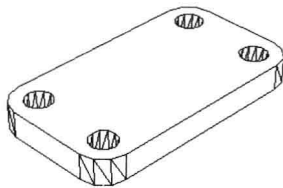

图 9-6-2
(4) 在“建模”面板中单击“按住/拖动”按钮，在图形内部单击，向上移动光标，输入“36”，按Enter键，创建了三维实体，如图9-6-2所示。